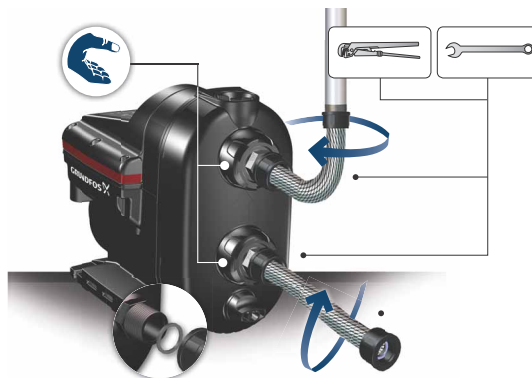

图 3 如何安装接头
2. 然后，将接头放在入口和出口上，用一只手握住接头，并用另一只手拧紧接头螺母。见图 3。